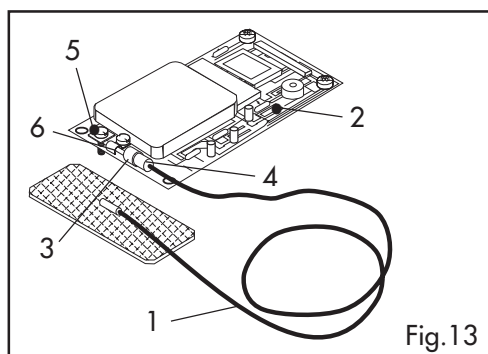

Fig.13
- Pak de kabel van de antenne ref. 1 (fig. 13) en sluit deze aan op de klem die op de universele module ref. 2 (fig. 13) aangebracht is.
**OPMERKING:** Doe dit uiterst voorzichtig en let op dat de metalen overbrugging ref. 3 (fig. 13) in contact is met de afschermingskous van de kabel ref. 4 (fig. 13) en dat de schroef ref. 5 (fig. 13) alleen de middelste ader van de kabel ref. 6 (fig. 13) vastklemt.